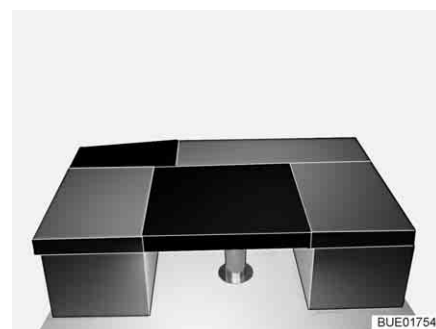

Bild 143 Nach dem Umbau
- Das rechteckige Zusatzpolster auf den Tisch legen (zwischen die Sitzpolster der Sitzbänke, siehe Bild 143).